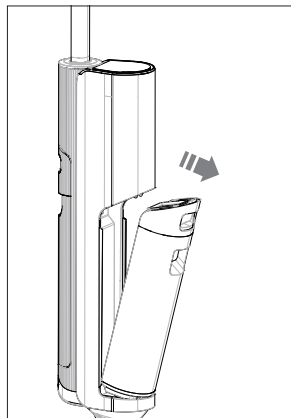

Abb. 8 – Wassertank entnehmen
- ▶ Fassen Sie in die Griffmulde des Schmutzwassertanks (7) und drücken Sie die Entriegelungstaste des Schmutzwassertanks (6) nach unten.
- ▶ Ziehen Sie den Schmutzwassertank aus dem Gerätekörper heraus (**siehe Abb. 8**).